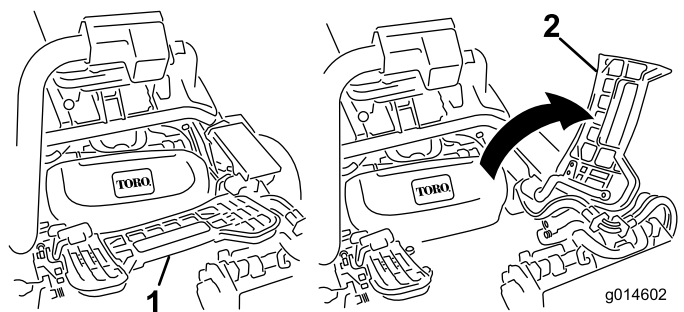

Figura 44
2. Sollevate il poggiapiedi e ruotatelo fino all'apertura, per consentire l'accesso alla posizione dell'apparato di taglio centrale. (Figura 44)